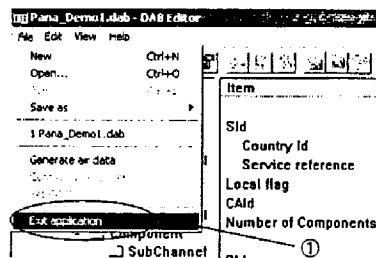

図 6-7 DAB エディタ終了
- ① <File>-<Exit application>を選択すると、DAB エディタが終了されます。(「図 6-7 DAB エディタ終了」参照)